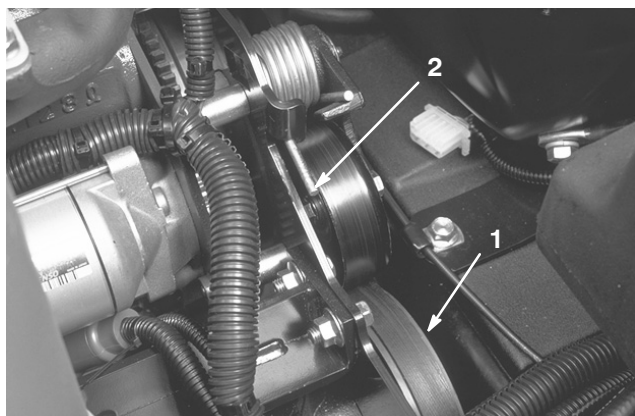

Bild 48
2. Drücken Sie das Ende der Feder (Bild 48) ab- und vorwärts, um die Feder aus dem Bügel auszuhaken und die Feder zu entspannen.